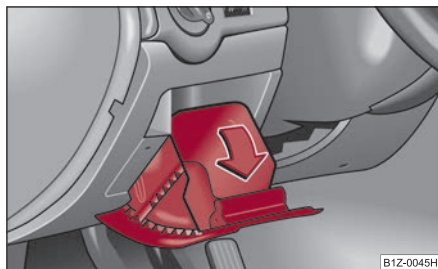

Fig. 118 Cuadro de interruptores: Compartimento guardaobjetos en el lado del conductor
- El compartimento guardaobjetos se abre levantando el tirador y abriéndolo en sentido de la flecha ⇒ fig. 118.